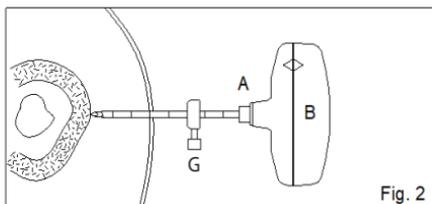

Fig. 2
FIG. 2 Muovere il misuratore di profondità (G) in avanti fino al contatto con la pelle, quindi ritrarlo alla profondità desiderata, usando i contrassegni di centimetri sulla cannula di taglio (A) per avere una guida visiva.